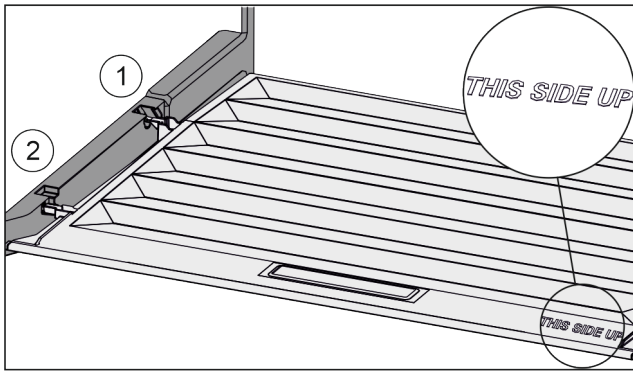

Fig. 59
- ▶ Introduzca los nervios de la tapa por la abertura del soporte trasero Fig. 59 (1) y encájelos por delante en el soporte Fig. 59 (2).